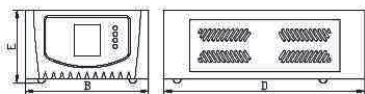

Рис. 3. Габариты ТМ-0,5, ТМ-1, ТМ-1,5
5.1 Габаритные размеры см. на рис. 3–7 и в таблице 2.